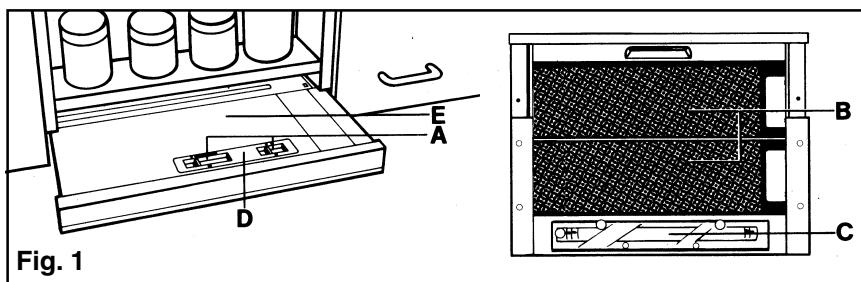

Fig. 1
Verstellen des Wrasenschirms (E - Bild 1) - Bild 15
- De schuifschakelaars zijn aan de rechter bovenkant van het dampscherm geplaatst (**afb. 1 - E**).